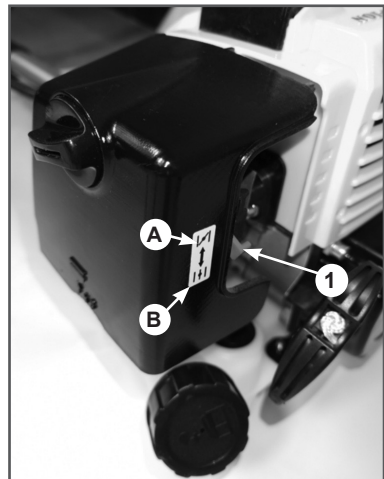

Рис. 10 Расположение рычага управления воздушной заслонкой
6. Закройте воздушную заслонку. Для этого рычаг 1 управления воздушной заслонкой (Рис. 10) установите в верхнее положение А (Рис. 10).
8. После первой вспышки откройте воздушную заслонку — переведите рычаг воздушной заслонки в нижнее положение В (Рис.10). Проверните коленчатый вал двигателя ручным стартером до тех пор, пока не почувствуете сопротивление, затем медленно опустите ручку стартера вниз. Снова медленно потяните за ручку стартера, пока не почувствуете, что стартер вошел в зацепление с махо-